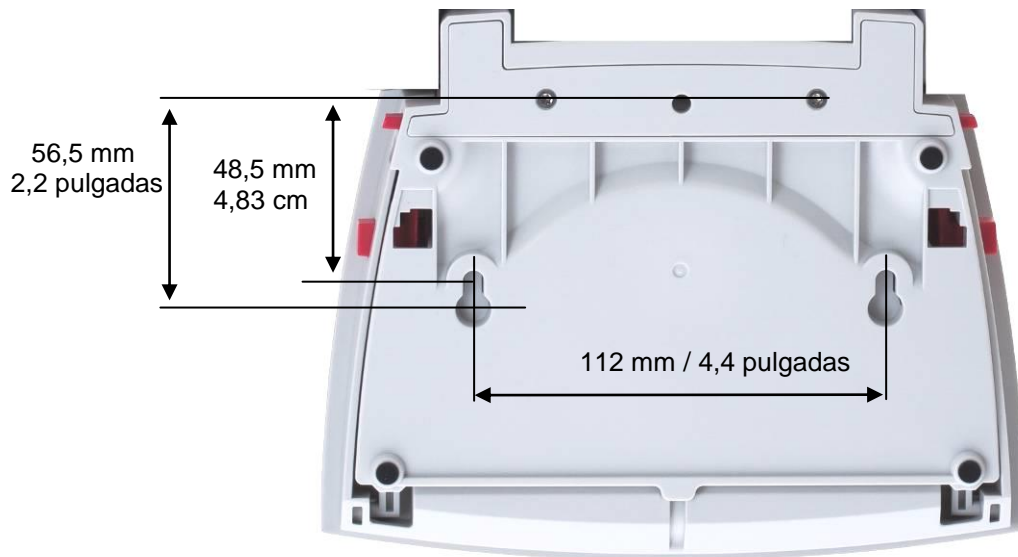

Figura 2-1. Dimensiones del montaje del terminal.
Si así se desea, el terminal se puede montar a una pared o mesa utilizando sujetadores (no suministrados) que son adecuados para el tipo de superficie de montaje. El soporte del terminal presenta tornillos (8) de 4 mm. Coloque los orificios de montaje como se muestra en la figura 2-1.